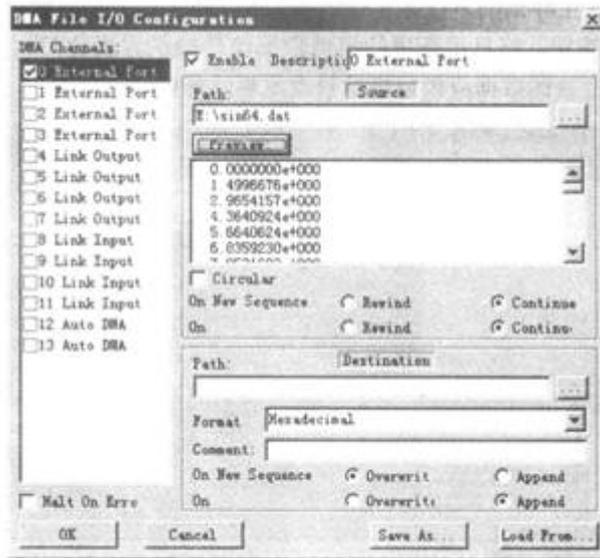

图 5-41 TigerSHARC 系列处理器的 DMA 传输模拟器设置窗口
(1) 如果用户选择了 TigerSHARC 系列处理器的会话环境，那么在 VisualDSP++主界面的下拉菜单 Settings 中的 Stream 选项将不可选择，用户应当选择 Simulator，然后单击 Config DMA File I / O...，将弹出 TigerSHARC 系列处理器的 DMA 传输模拟器设置窗口，如图 5-41 所示。